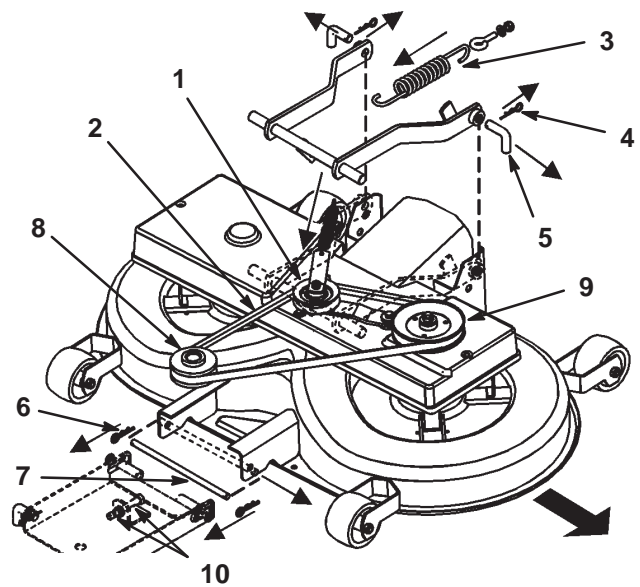

Bild 42
3. Ziehen Sie den Arm der Antriebseinheit nach innen. Entfernen Sie den V-Riemen von der Scheibe (Bild 42).
4. Nehmen Sie die Feder vom Schalthebel ab (Bild 42).
6. Entfernen Sie die zwei Splintclips von den zwei hinteren Stiften und nehmen Sie die Stifte ab (Bild 42). Für das Entfernen des zweiten Stifts benötigen Sie ggf. eine Zange.
7. Entfernen Sie den Splintclip vom vorderen Stift und nehmen Sie den Stift ab (Bild 42).
8. Entfernen Sie den V-Riemen von der Motorscheibe (Bild 42).
2. Entfernen Sie den V-Riemen und den Antriebsarm (Bild 42).
2. Drehen Sie den unteren Stift der Einstellung für die vordere Aufhängung in die untere Stellung der geschlitzten Löcher. Stellen Sie hierfür die 2 Muttern (M12) an der vorderen Aufhängung ein (Bild 42).